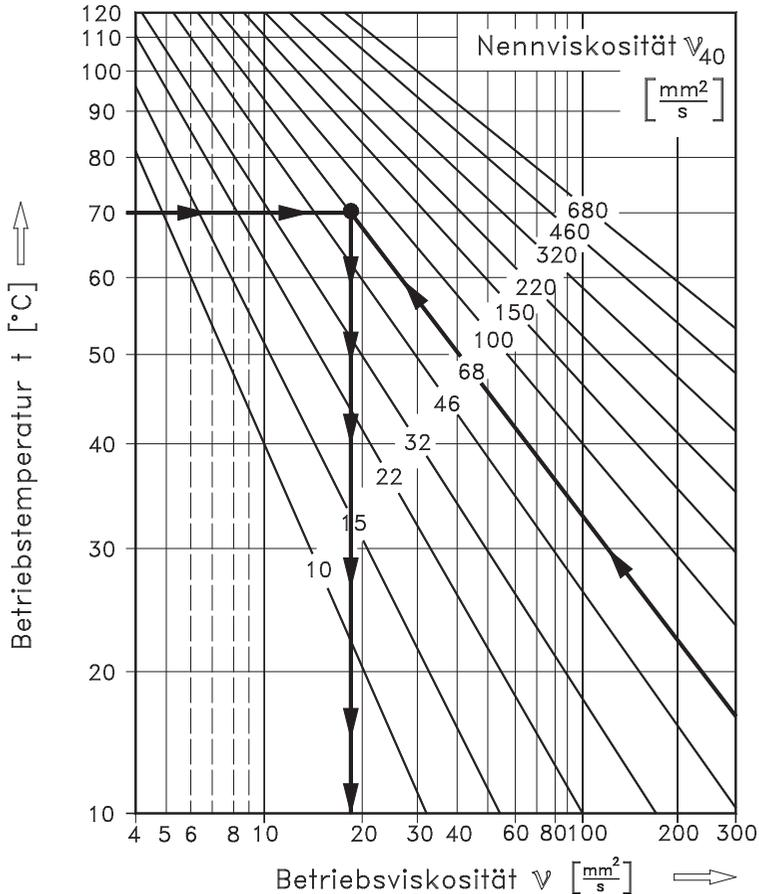

Abb. 6.10
Im **v- t- Diagramm** (Abb. 6.10) ist dieser Zusammenhang für die gebräuchlichsten Nennviskositäten  $v_{40}$  mineralölbasischer Schmierstoffe dargestellt.
**Schritt 3:** Im Diagramm Abb. 6.10 folgt man der Linie für die Nennviskosität des Grundöles  $v_{40} = 68 \text{ mm}^2/\text{s}$  bis zum Schnittpunkt mit der Linie der Betriebstemperatur  $t_{\text{max}} = 70 \text{ °C}$ . Eine von diesem Schnittpunkt nach unten gezogene Linie bezeichnet die für diesen Schmierstoff bei dieser Temperatur ungefähr zu erwartende Betriebsviskosität.